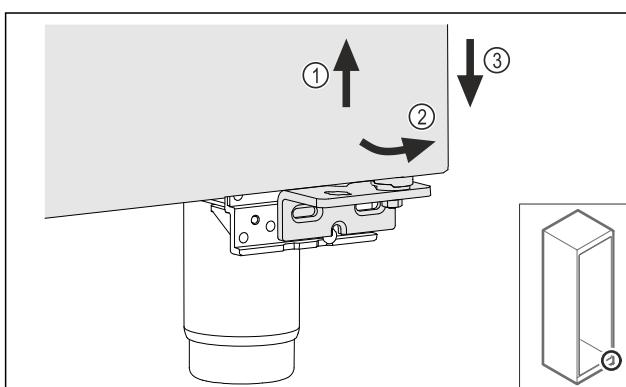

Fig. 27
- ▶ Nadvihnite zľahka dvere Fig. 27 (1), dole ich preklopte dopredu Fig. 27 (2) a spusťte dolu Fig. 27 (3).